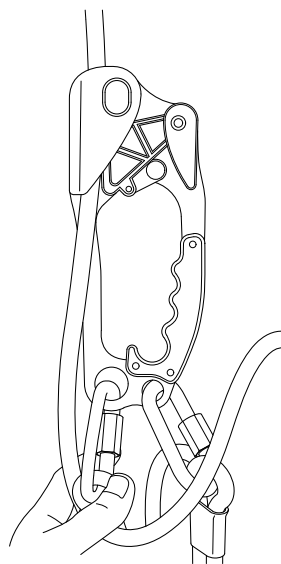

FIG. 3
4. Liberte o braço de mola e certifique-se de que a corda está fixa na posição correta (Fig. 3)